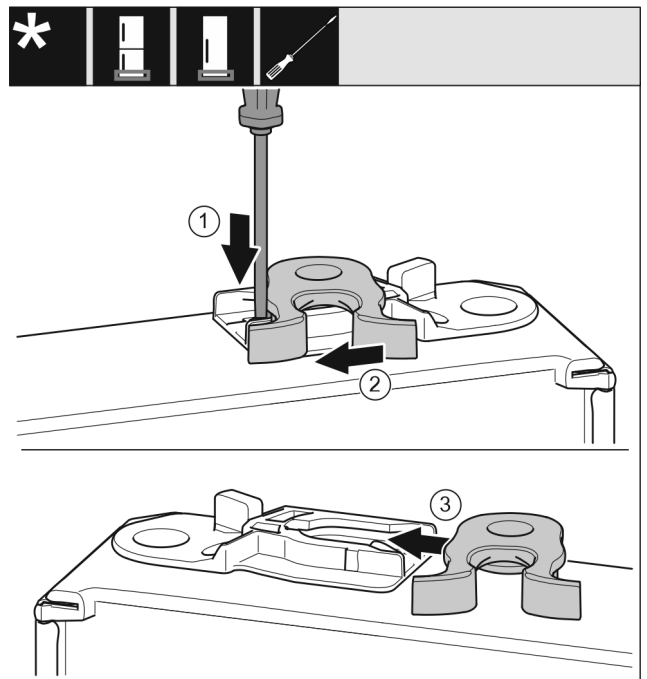

Fig. 19
- ▶ Lasche mit Schlitzschraubendreher nach unten drücken. Fig. 19 (1)
- ▶ Schließhaken aus Führung ziehen. Fig. 19 (2)
- ▶ Schließhaken auf anderer Seite in Führung schieben. Fig. 19 (3)